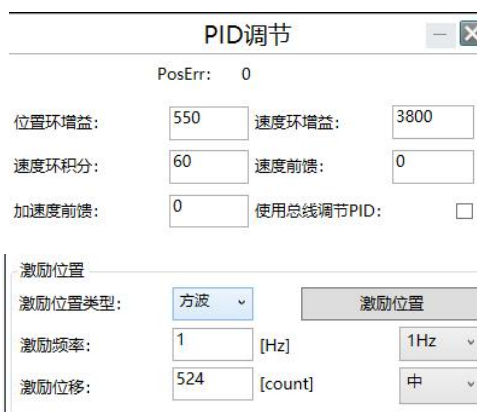

图 15-8 PID 设置界面激励位置
2. 在 PID 设置界面(如图 15-8)设置激励频率, 推荐使用 1Hz, 激励位置一般设置为(52428/减速比), PID 在原有基础值上去调节, 点击“激励位置”按钮; 此时电机响应跟随激励位置且示波器会进行数据采集。